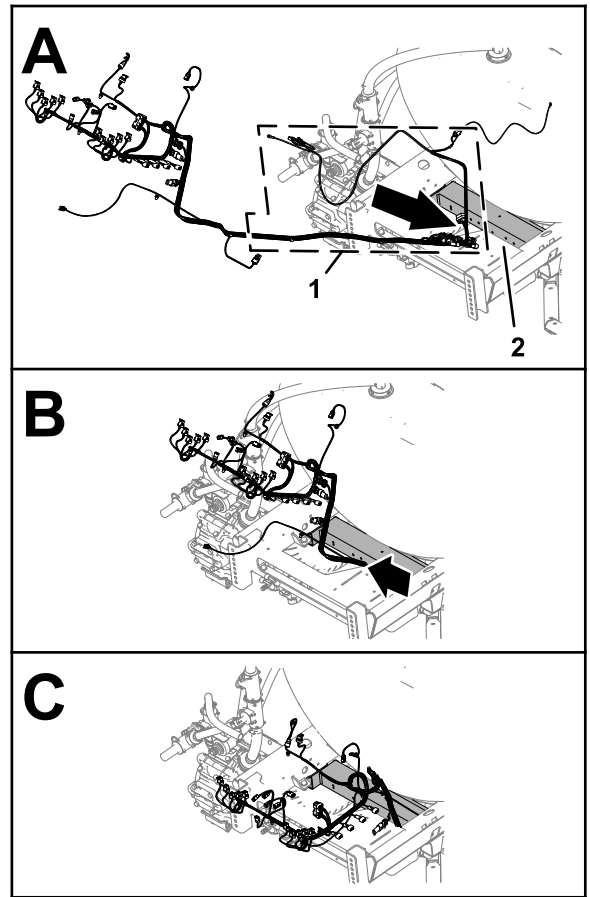

图 84
2. 在机架槽下方布置新电气线束的 180cm 支管、108cm 支管和 127cm 支管图 84。